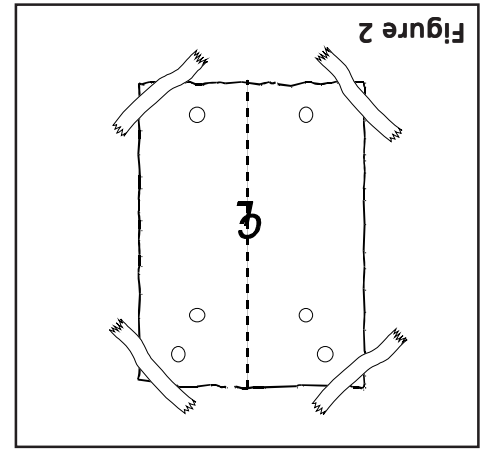

Figure 2
2. Fixer le gabarit de perçage avec du ruban adhésif, en faisant correspondre l'axe du plan de cuisson avec le fond de la hotte, comme illustré dans la Figure 2.